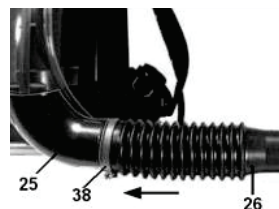

Рис. 2
1. Установка гофрированного шланга (Рис. 2)